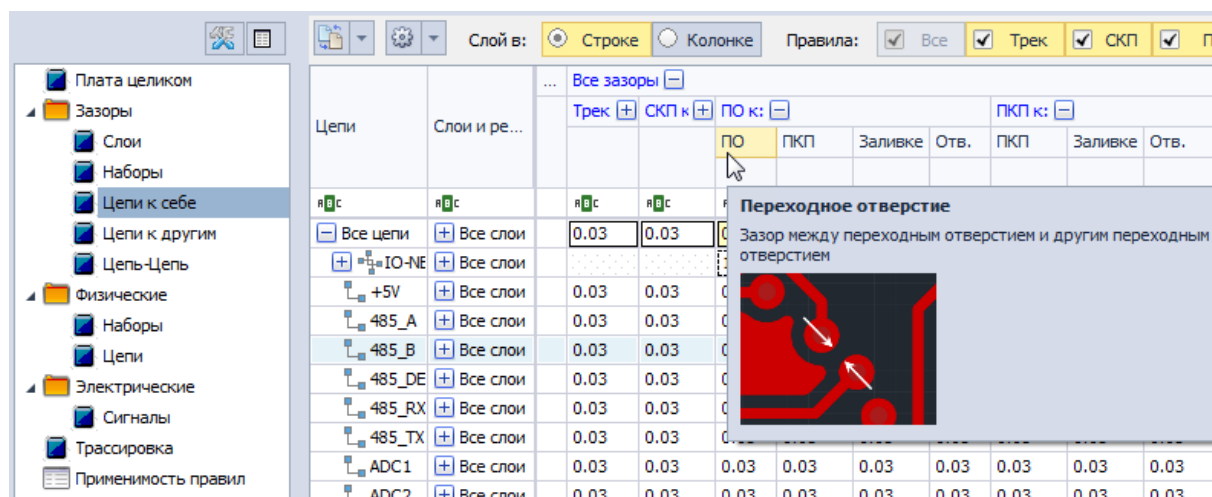

Рис. 17 Зазор между переходным отверстием и другим переходным отверстием
- Зазор между По и ПО обозначается как «ПО к ПО», Рис. 17. Зазор определяет зону вокруг переходного отверстия, в которой не может присутствовать какой-либо элемент другого переходного отверстия.